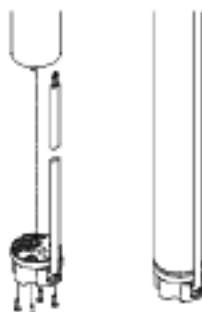

Рис. 9
4. Вставьте штекер в разъем электродвигателя. Штекер имеет позиционирующие элементы и потому не может быть подключен неправильно, смотри рис. 9.